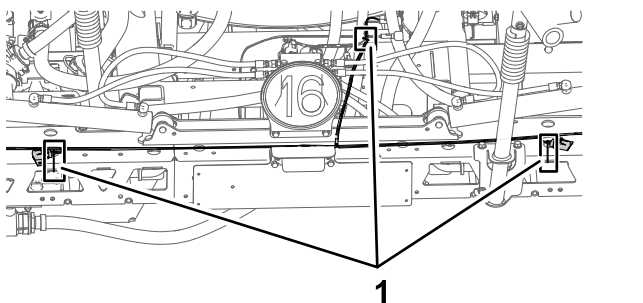

Bild 60
6. Befestigen Sie den Kabelbaum, den 89-cm-Kabelbaumzweig mit drei Kabelbindern, wie in **Bild 60** abgebildet.